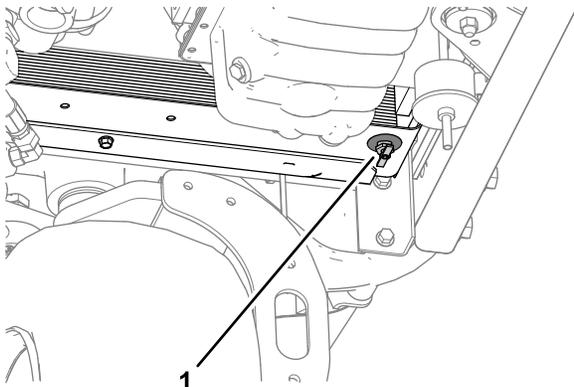

図 7
2. ラジエーターのドレンバルブの下に所定容量以上の容器を置いてバルブを開ける 図 7。
4. ドレンバルブを閉じる 図 7。